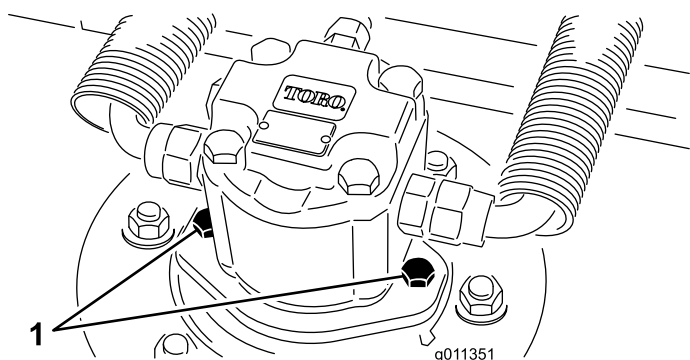

Figure 61
2. Débranchez et déposez le moteur hydraulique de l'unité de coupe (Figure 61). Couvrez le dessus de l'axe pour éviter toute contamination.
4. Montez le moteur hydraulique sur le plateau de coupe (Figure 61). Vérifiez que le joint torique est en place et en bon état.